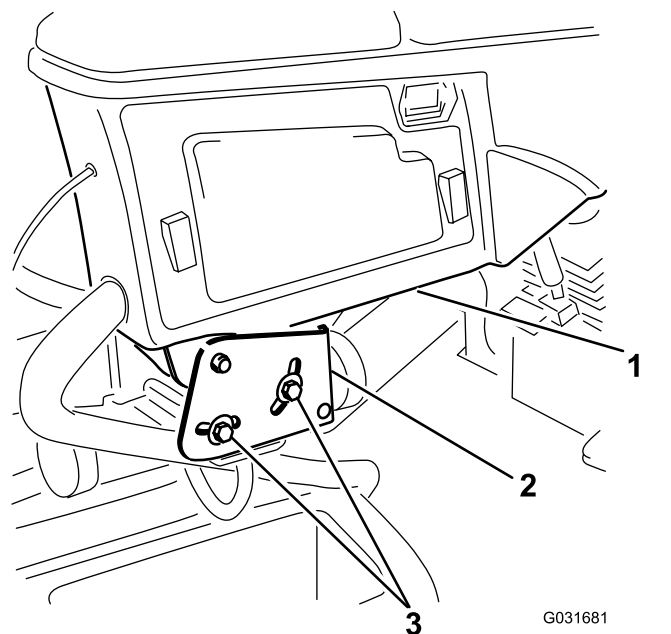

Figura 4
1. Afloje los 2 pernos que fijan el brazo de control al soporte de retención (Figura 4).